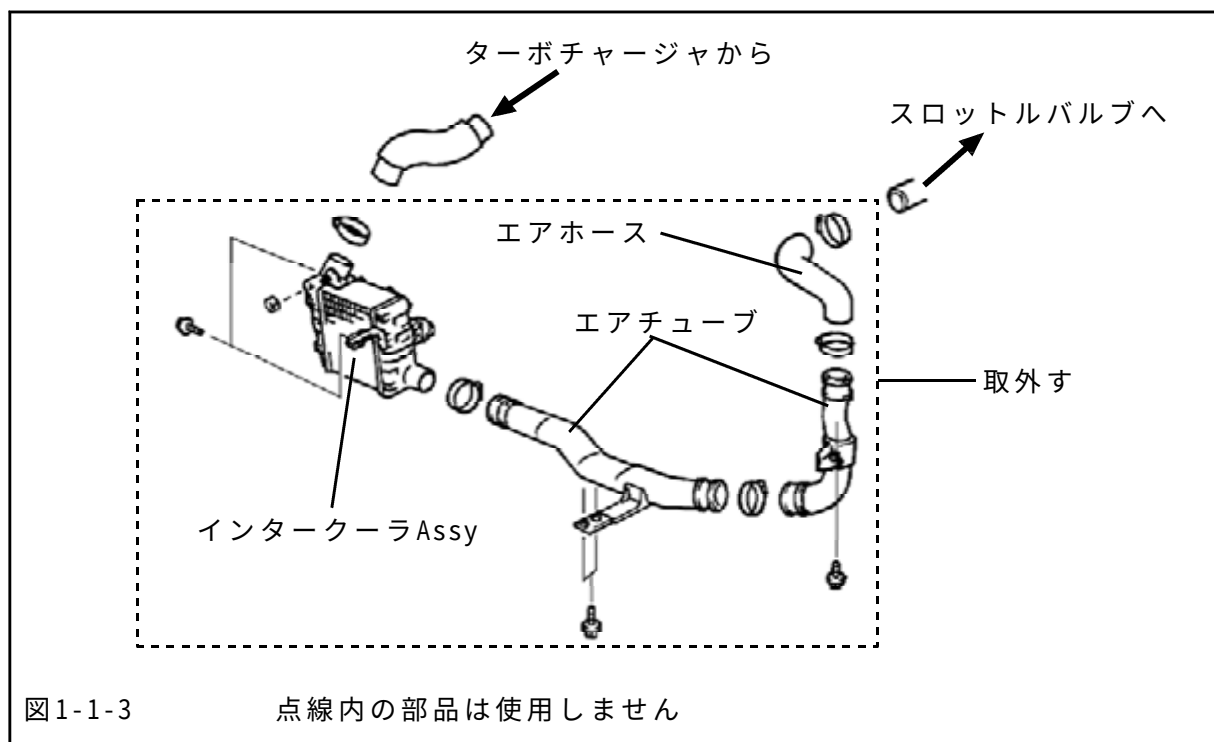

図1-1-3
(8) インタークーラAssyを取外してください。(図1-1-3)
(9) エアチューブ及びエアホースを取外してください。(図1-1-3)